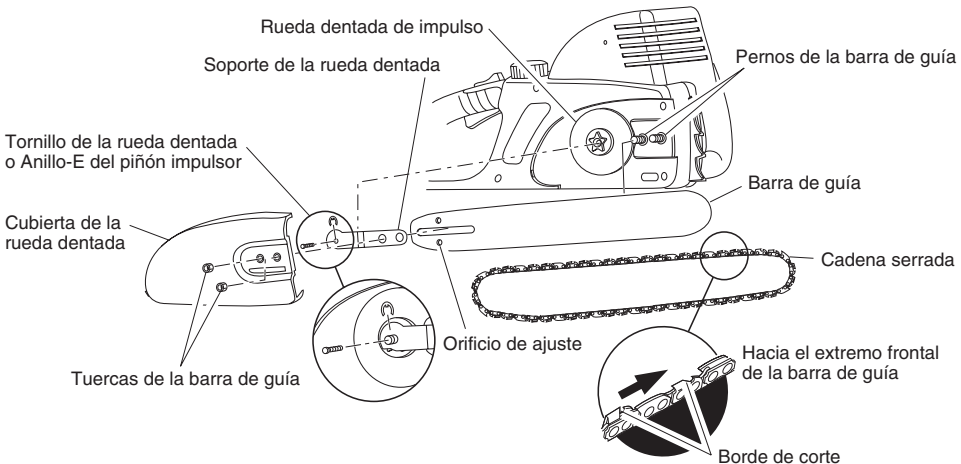

Figura 4 - Ensamblaje de la barra de guía y la cadena
3. Afloje y quite el tornillo del piñón impulsor o quite el anillo-E del eje (vea la Figura 4, página 26). Quite el soporte del piñón.
loque la cadena de modo que los bordes de corte de la parte superior de la barra de guía miren hacia el extremo de la misma (vea la Figura 4 y el indicador que se encuentra en la cubierta lateral de la sierra).